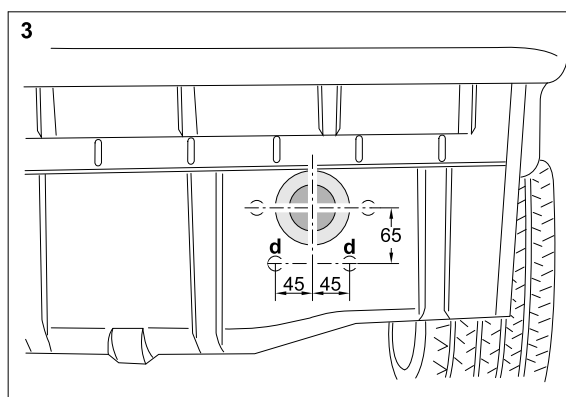

Bild 3: Borra hål i bakplåt höger sida och täta hålet
903 095 650 001	VPE Monteringsdelar inklusive bild 3
- 6.) Markera och borra 2 st 14 mm \emptyset hål position "d" se bild 3. Borsta bort borrhålen och rostskyddsbehandla hålen
- 7.) Torka rent bakplåten runt öppning till höger krockbalk och limma fast bifogad skumgummitätning runt hålet, se bild 3.